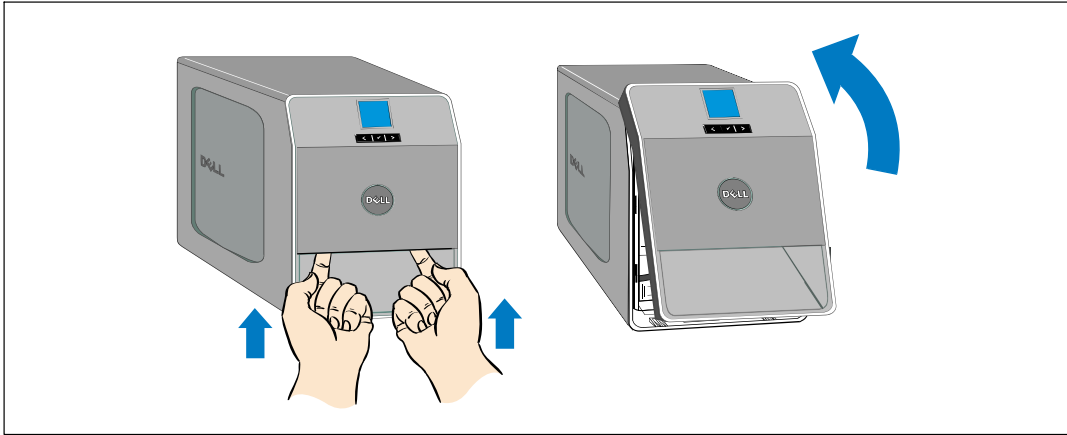

Figure 10. Retrait du couvercle avant de l'onduleur
- 2 Retirez le couvercle avant de l'onduleur (voir Figure 10).